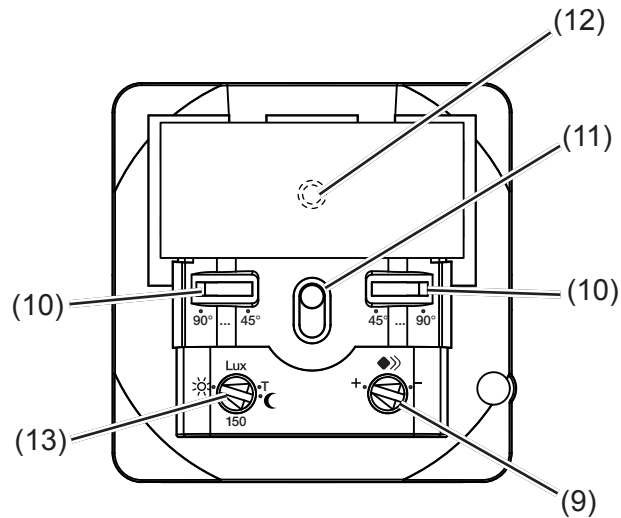
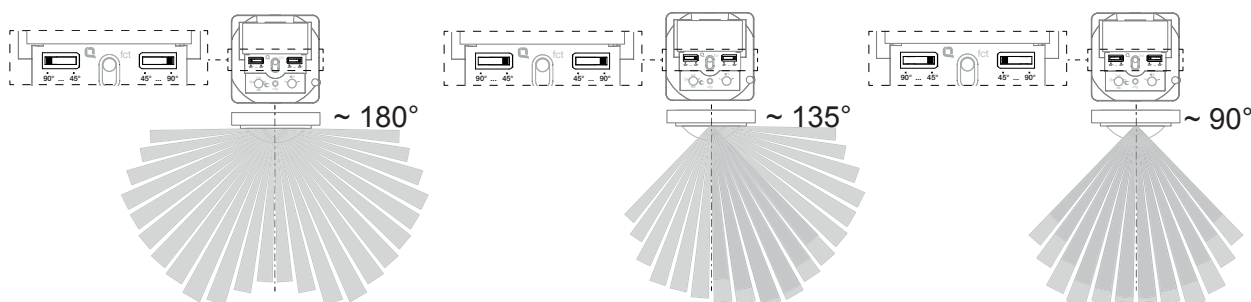

Bild 5: Bedien- und Einstellelemente des Aufsatz-Unterteils
Bild 8: Einstellung des Erfassungswinkels
Der Erfassungswinkel kann für die rechte und für die linke Seite je Einsteller (Bild 5, 10) zwischen 45° ... 90° eingeschränkt werden. Somit kann der Erfassungswinkel zwischen 90° und 180° liegen (Bild 8).
- Testbetrieb einstellen. Hierzu Potenziometer Ansprechhelligkeit (Bild 5, 13) auf Position T stellen.
- Potenziometer Ansprechhelligkeit (Bild 5, 13) in die gewünschte Position drehen.
- Potenziometer Empfindlichkeit (Bild 5, 9) in die gewünschte Position drehen.